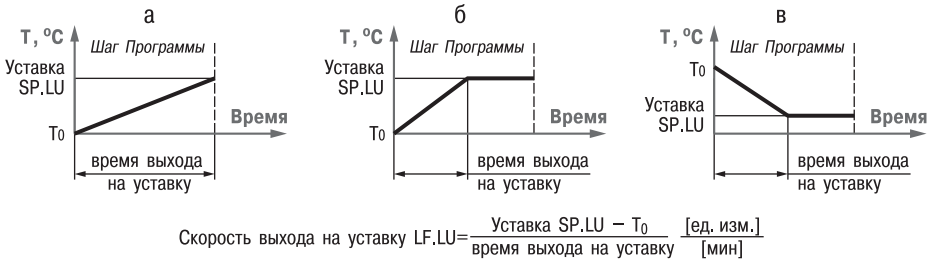

Рис. 8. Задание скорости выхода на Уставку
- в течение всего Шага (см. рис. 8, а);
- в течение части Шага – до достижения Значения уставки, далее осуществляется поддержание достигнутого значения Уставки (см. рис. 8, б, в).